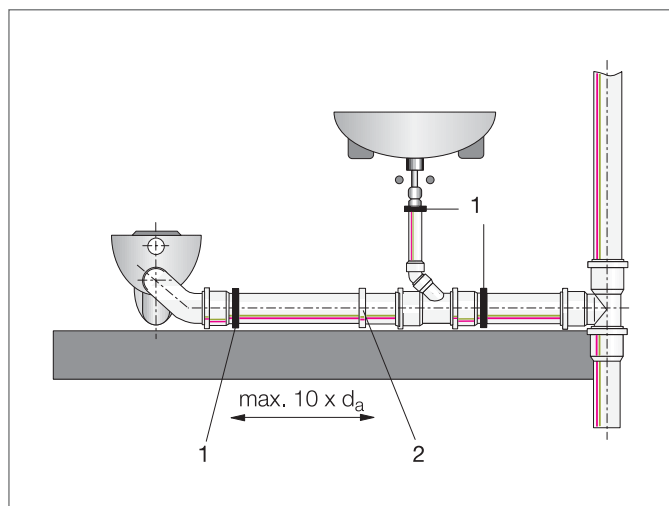

Fig. 7-5 Schema di installazione di una conduttura orizzontale
La Fig. 7-5 mostra uno schema relativo al fissaggio di una conduttura orizzontale insonorizzata con RAUPIANO Plus.
- La distanza tra le fascette fisse e quelle mobili non deve superare una lunghezza pari a 10 volte il diametro esterno del tubo. Si veda Fig. 7-5: Distanza  $\leq 10 \times d_a$ .